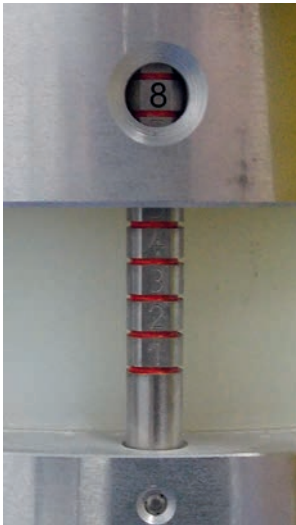

Abb. 12
- Achten Sie auf einen ausreichend verbleibenden Spannweg an der Aufspanvorrichtung, vor Erreichen des Hub-Anschlags. Wenn das FRIALEN TL-Sattel-formstück spaltfrei aufgespannt ist, muss im Gehäuse-Sichtfenster **(10)** eine Spannzahl max. 9 (von 10) sichtbar sein (siehe Abb. 12). Gegebenenfalls unterbrechen Sie den Prozess und spannen Sie mit dem Sterngriff **(4)** nach.